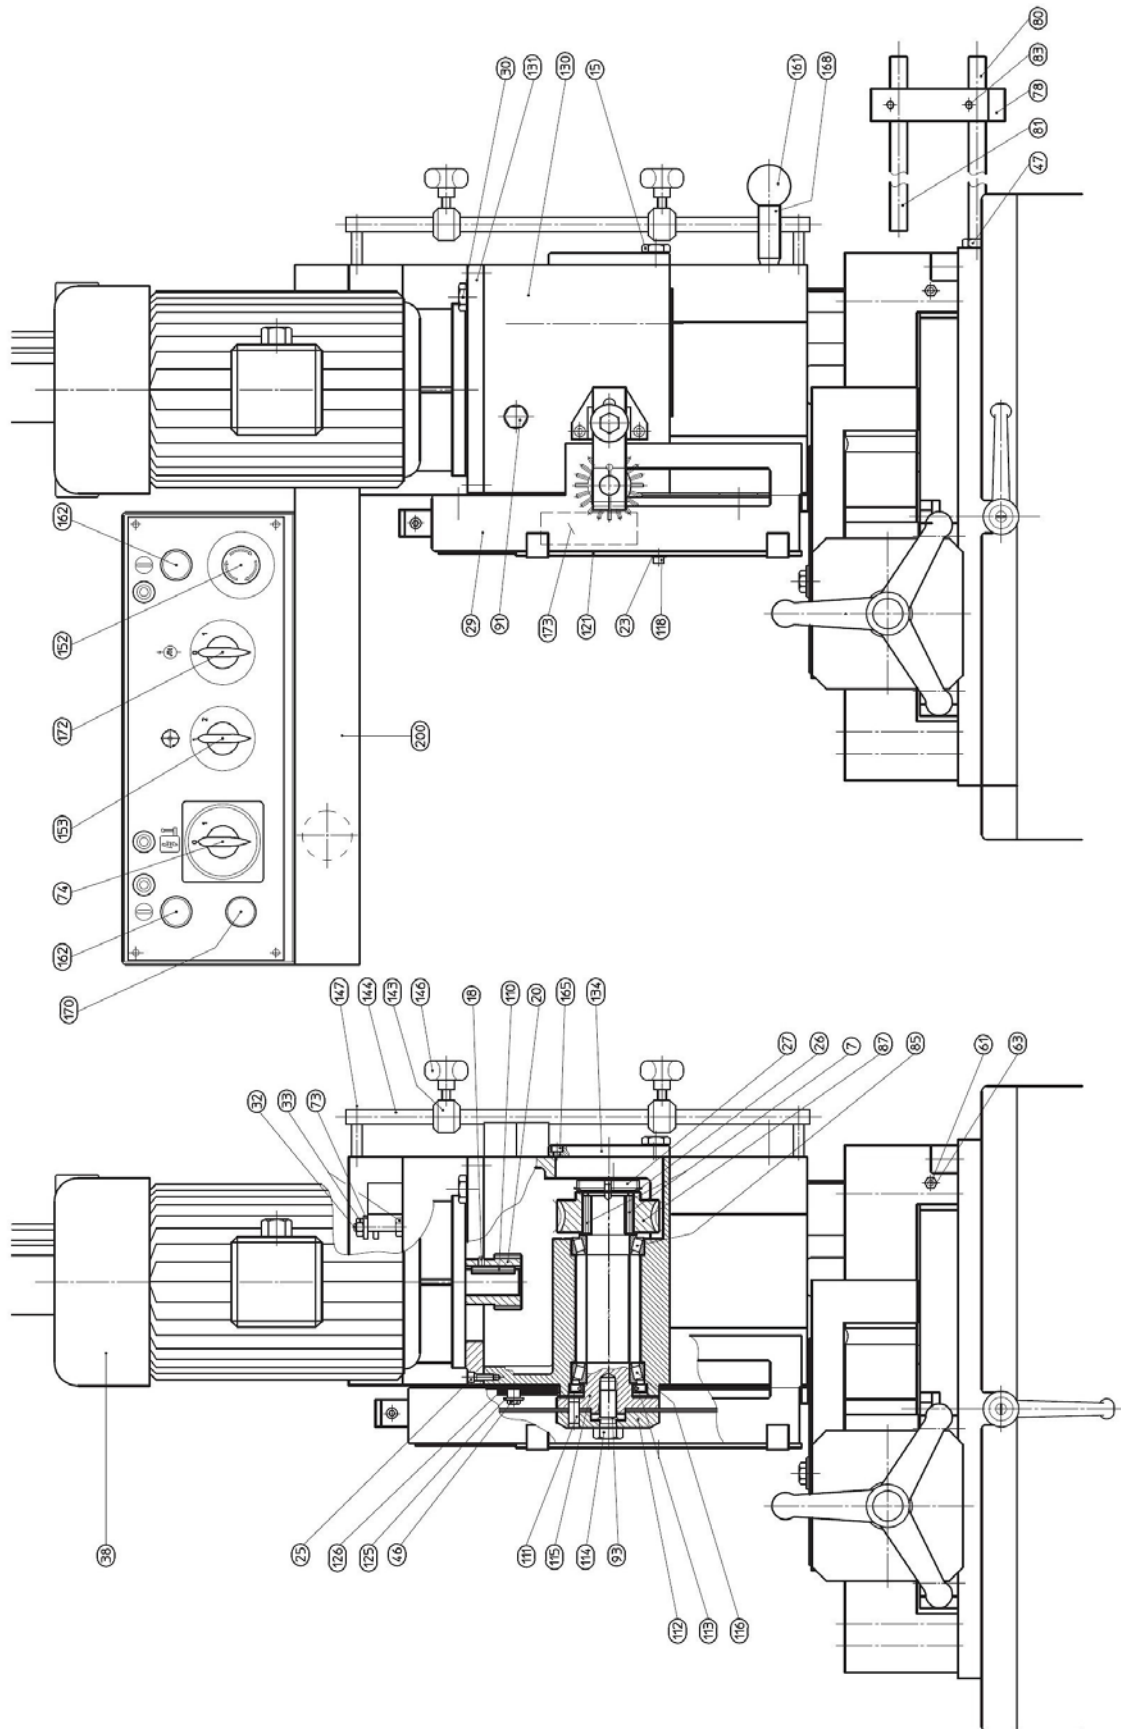

Abb. 19: Ersatzteilzeichnung 2 - MKS 350 VH
Schritt 1: Die Verschluss-Schrauben [Abb. 19, 15 und 30] abschrauben und das gebrauchte Öl in einen Behälter ausfließen lassen.
Schritt 2: Verschluss-Schraube [Abb. 19, 15] wieder anschrauben.
Schritt 3: Getriebeöl (4,5 Liter) in die Einfüllöffnung einfüllen und die Verschluss-Schraube [Abb. 19, 30] anschrauben.